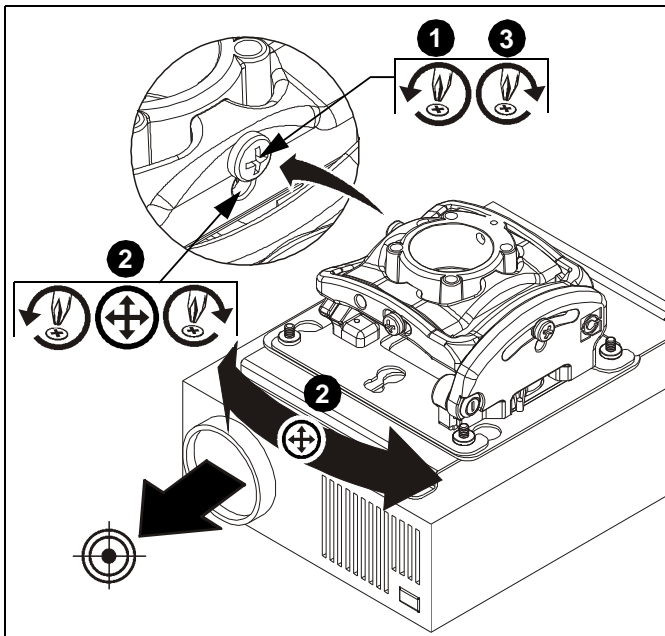

Abb. 12
1. Lösen Sie die Feststellschraube für die Einstellung der Drehung um die HÖHENACHSE mit einem Nr. 2-Kreuzschlitzschraubendreher. (Siehe Abb. 12)